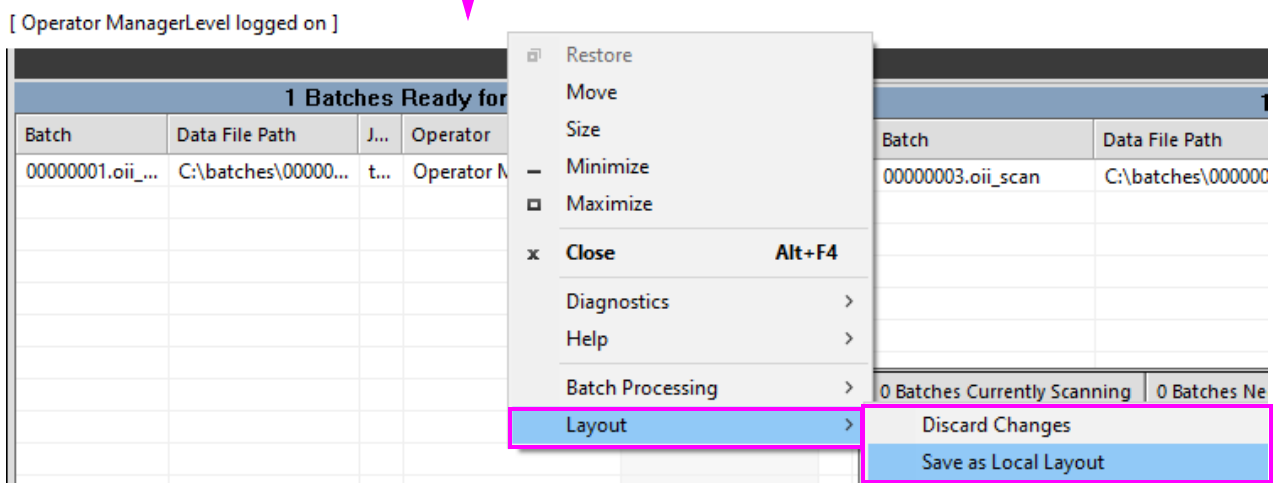

Abbildung 2-35: Als lokales Layout speichern
- a. Klicken Sie mit der rechten Maustaste in die Kopfzeile (Abbildung 2-35).